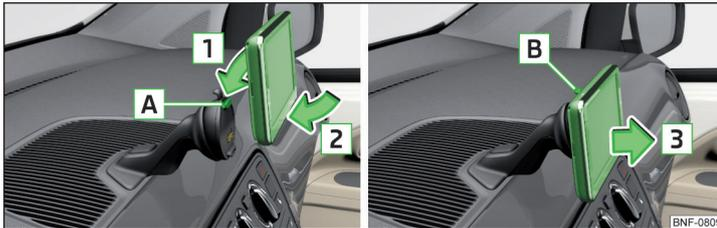

Abb. 85 Gerät in der Aufnahme befestigen/abnehmen
- Das Gerät zuerst in die obere Halterung **A** in Pfeilrichtung **1** einsetzen » Abb. 85.
- Die Entriegelungstaste **B** drücken und das Gerät in Pfeilrichtung **3** abnehmen » Abb. 85.